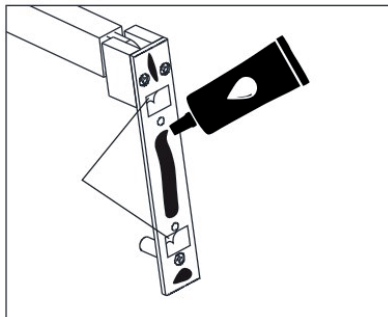

Figura 2
1. Despegue la cubierta de la cinta adhesiva de los tacos y aplique pegamento uniformemente en el lugar en blanco. Como se muestra en la figura 2